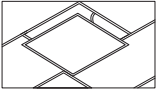

Рисунок 5.1. Схема вбудованого монтажу.
1. Комплект кріплення для накладного монтажу (KMP-F-0312-WH) - 1 шт. [рис. 5.1]
2. Комплект кріплення для накладного монтажу (KMP-F-0612-WH) - 1 шт. [рис. 5.1]
- 5.5.2. При вбудованому способі монтажу [рис.5.1]
- 5.5.2.4. Встановіть світильник, як показано на рис. 5.1.